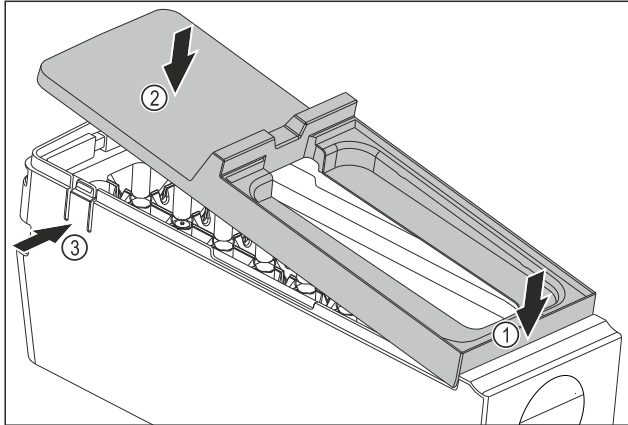

Fig. 85
- ▶ Abdeckung des EasyTwist-Ice-Korpus montieren: Abdeckung vorne ansetzen. Fig. 85 (1)
- ▶ Abdeckung hinten absenken. Fig. 85 (2)
- ▷ Abdeckung rastet hörbar in beiden Laschen Fig. 85 (3) ein.